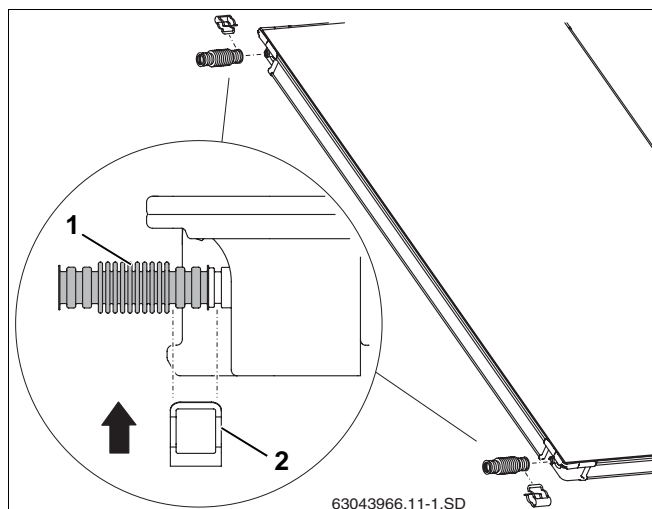

Bild 45 Montera den korrugerade rörkopplingen på den första solpanelen
- ▶ Skjut den korrugerade rörkopplingen (bild 45, **pos. 1**) till den första solpanelens vänstra anslutningar.
- ▶ Skjut klämman (bild 45, **pos. 2**) över den korrugerade rörkopplingen och solpanelsanslutningen som säkring.